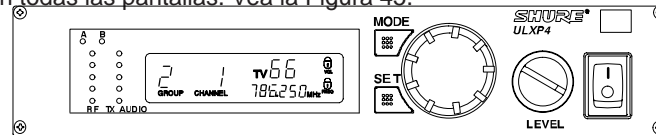

FIGURA 45
3. Para activar el o los iconos de bloqueo destellantes, oprima el botón SET. La pantalla volverá al modo por omisión y el icono de bloqueo aparecerá en todas las pantallas. Vea la Figura 45.